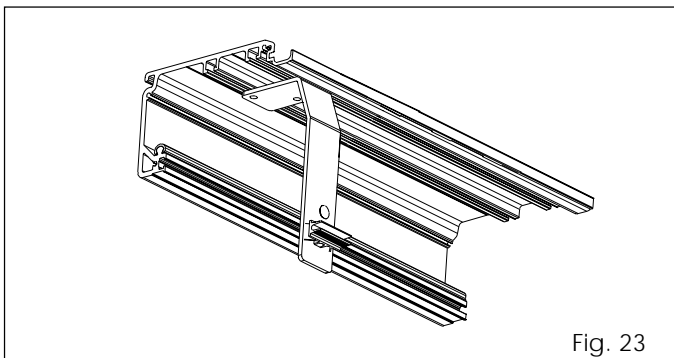

Fig. 23
- Fije en el extremo del travesaño opuesto al grupo motor, una brida de fijación al cárter, utilizando para ello los tornillos y chapetas suministradas en dotación (fig. 23).